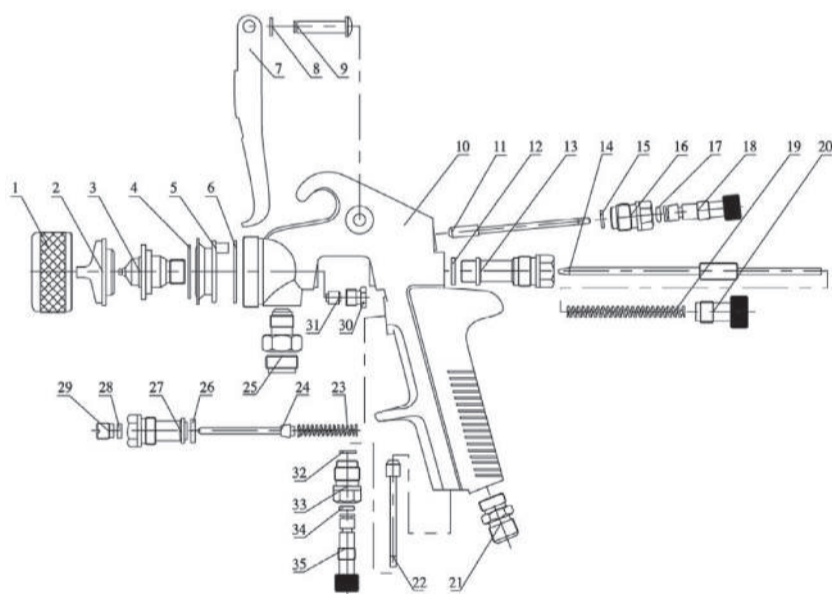

Рис. 1
СХЕМА КРАСКОПУЛЬТА (Рис. 1)
- Для регулировки ширины и формы факела, поверните соответствующий регулятор (№18, Рис.1). При необходимости форму факела можно изменить с овальной на круглую.
- Для регулировки соотношения подачи воздуха и материала, поверните регулятор подачи воздуха (№35, Рис.1) и/или регулятор подачи материала (№20, Рис.1) до нужного положения. Во время работы ни в коем случае не выкручивайте регуляторы полностью.
• ПЕРЕД РАЗБОРКОЙ, ЧИСТКОЙ ИЛИ СЕРВИСНЫМ ОБСЛУЖИВАНИЕМ КРАСКОПУЛЬТА ОБЯЗАТЕЛЬНО ПРЕКРАТИТЕ СООТВЕТСТВУЮЩИМИ РЕГУЛЯТОРАМИ ПОДАЧУ ВОЗДУХА К КРАСКОПУЛЬТУ (№35, Рис.1) и ПОДАЧУ ЛАКОКРАСОЧНОГО МАТЕРИАЛА В НЁМ (№20, Рис.1), ПОСЛЕ ЧЕГО СБРОСЬТЕ ДАВЛЕНИЕ В ВОЗДУШНЫХ КАНАЛАХ КРАСКОПУЛЬТА НАЖАТИЕМ НА ЕГО КУРОК (№7, Рис.1).
5. Снимайте распыляющую дюзу после снятия блока иглы (№№12-20, Рис.1), либо удерживая иглу в вытанутом состоянии для того, чтобы защитить элементы блока иглы от повреждений.
8. Поверните регулятор формы факела (№18, Рис.1) против часовой стрелки до полного открытия. Затем затяните и зафиксируйте седло клапана регулировки формы факела (№16, Рис.1) в корпусе краскопульты (№10, Рис.1).
<ol style="list-style-type: none"> 1. Воздух просачивается между дюзой и коническим посадочным седлом для него в корпусе краскопульты. 2. Воздух просачивается через уплотнение иглы. 3. Мало лакокрасочного материала в бачке. 	<ol style="list-style-type: none"> 1. Снимите дюзу, очистите её, сопло и посадочное седло дюзы. Если дюза или сопло повреждены, замените их. 2. Затяните уплотнительный винт иглы (№30, Рис.1). 3. Пополните бачок материалом.